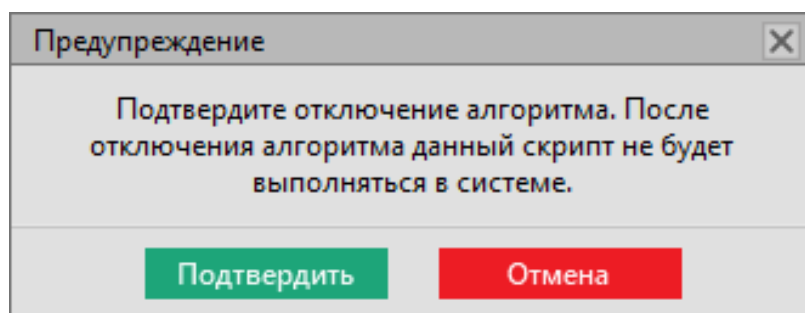

Рисунок 169 - Отключение алгоритма
2. Подтвердите свои действия в диалоговом окне (Рисунок 169).